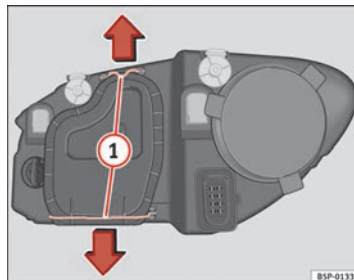

Fig. 188 Anabbaglianti
- Far scorrere i tiranti ⇒ fig. 188 (1) nel senso della freccia e sfilare la chiusura. ►